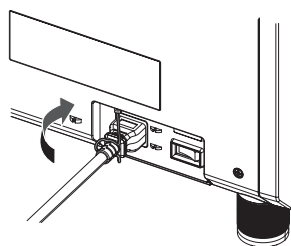

図1
- 2) 電源コードを固定している電源コードホルダーを左にずらす（図1）